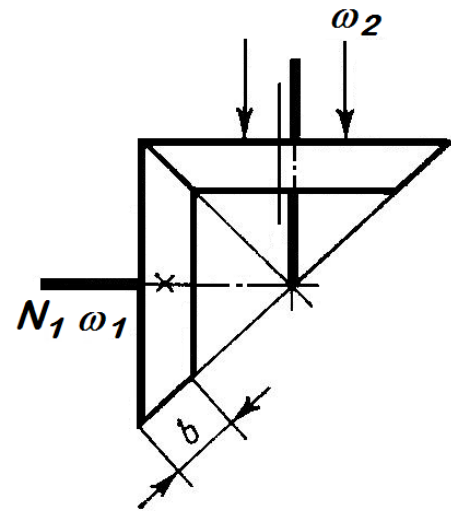

Рис.24
2. Рассчитать коническую фрикционную передачу (рис. 24). Передаваемая ведущим колесом мощность  $N_1$ , угловая скорость этого колеса  $\omega_1$  и угловая скорость ведомого колеса  $\omega_2$  приведены в табл. 23.